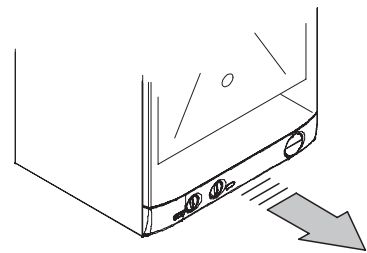

Figura 4.10
- Estrarre frontalmente il pannello comandi per accedere alla morsettiera di alimentazione (Figura 4.10).